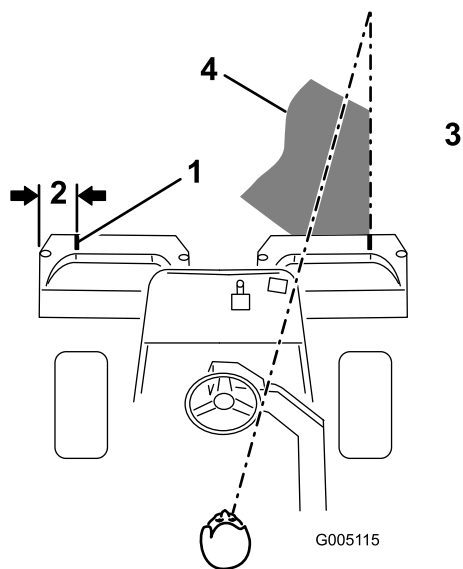

Figura 9
2. Coloque un trozo de cinta blanca o pinte una raya en cada recogedor, paralelo al borde exterior de cada uno (**Figura 9**).